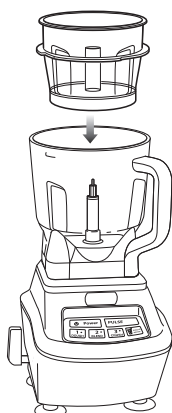

Fig. 3
- 4 Sostenga la hoja del tazón por el vástago y colóquela con cuidado sobre el poste central del tazón chico. (Fig. 3)